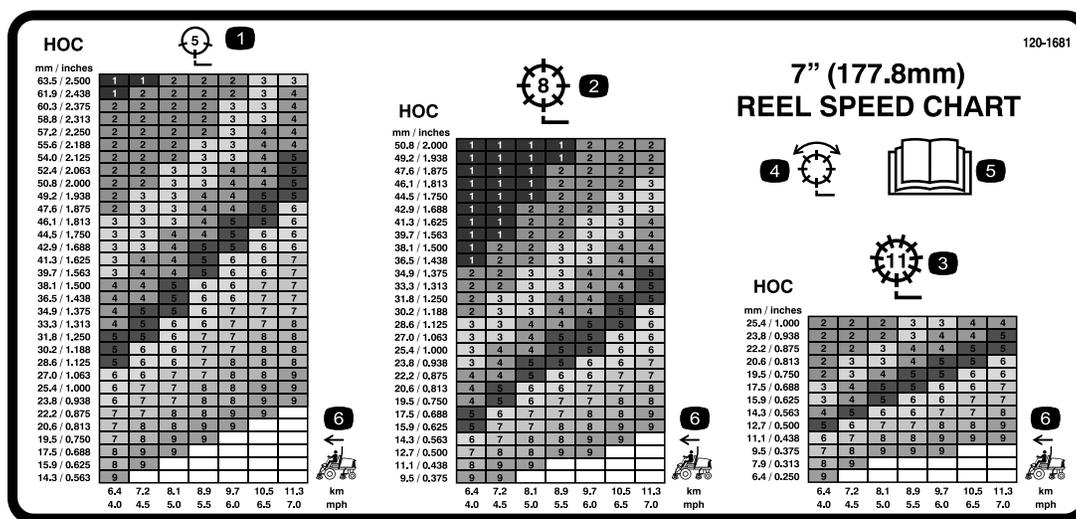

Figura 37
3. Utilizando o gráfico adequado no autocolante (Figura 37) determine a configuração adequada de velocidade do cilindro.